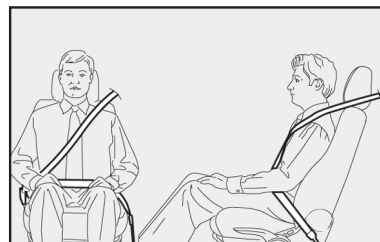

fig. 22
**El cinturón no debe estar retorcido. La parte superior debe pasar sobre el hombro y atravesar diagonalmente el tórax. La parte inferior debe estar adherida a las caderas y no al abdomen del pasajero, para que este no se deslice hacia adelante fig. 22. No utilice dispositivos (resortes, grampas, seguros, etc.) que impidan la adherencia de los cinturones al cuerpo de los pasajeros.**